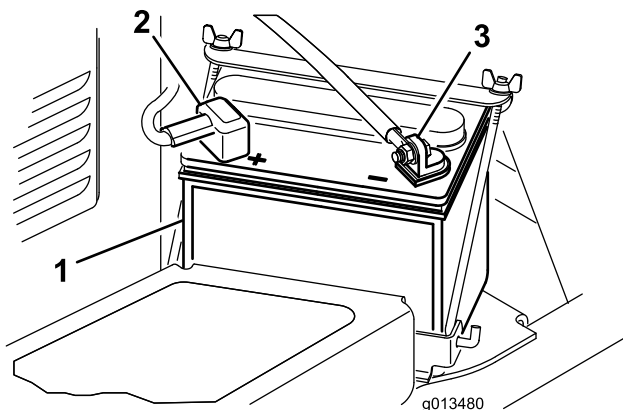

Figura 3
- Coloque a bateria no lugar, com o terminal negativo voltado para a parte de fora da máquina (Figura 3).
- Fixe o cabo positivo (vermelho) ao terminal positivo (+) com um parafuso 5/16 x 5/8 pol. e uma porca de bloqueio (Figura 3).
- Fixe o pequeno cabo preto e o cabo negativo (preto) ao terminal negativo (-) da bateria com um parafuso (5/16 x 5/8 pol.) e uma porca de freio (5/16 pol.) (Figura 3).